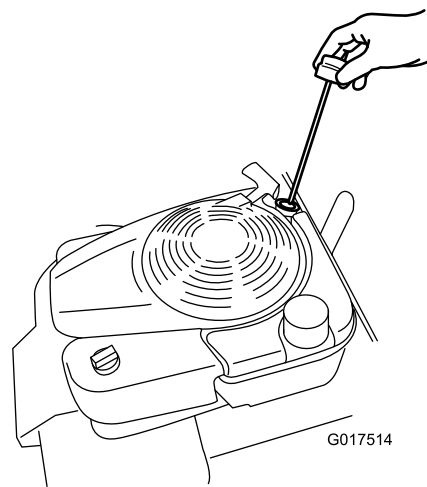

Figure 12
2. Retirez la jauge (Figure 12).
4. Insérez la jauge dans le goulot de remplissage et vissez-la à fond (Figure 12).